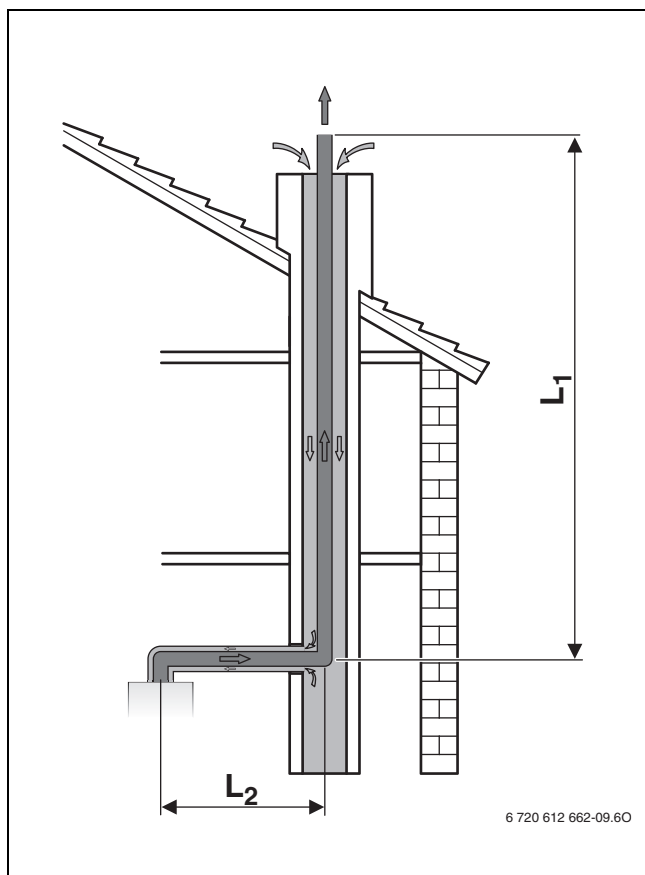

Fig. 11 Conduta de gases queimados na conduta conforme C₉₃
- Se a entrada de ar de aspiração ocorrer através da conduta em contracorrente (→ fig. 11), a conduta deve ser limpa.